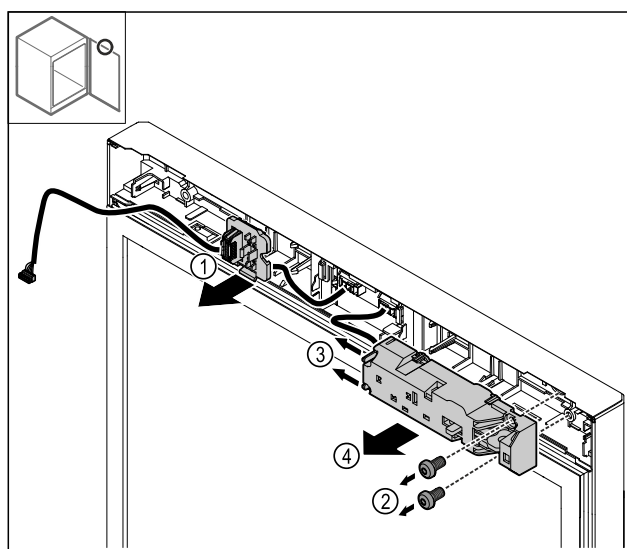

Fig. 27
- Skinite držač utikača Fig. 27 (1).
- Odvrnite vijke Fig. 27 (2).
- Pritisnite jezičke Fig. 27 (3) na stranu i skinite električnu bravu Fig. 27 (4).